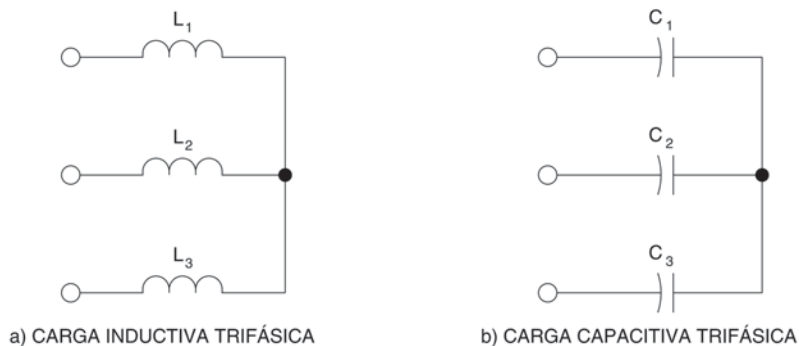

Figura 6-8. Cargas inductiva y capacitiva trifásicas.
- 13. Reemplace la carga resistiva trifásica conectada a la salida del generador trifásico (puntos A, B y C de la Figura 6-7) por la carga inductiva trifásica, como lo muestra la Figura 6-8 (a). Asegúrese de que todos los interruptores del módulo Carga inductiva estén abiertos.
- 20. Reemplace la carga inductiva trifásica conectada a la salida del generador trifásico (puntos A, B y C de la Figura 6-7) por la carga capacitiva trifásica, como lo muestra la Figura 6-8 (b). Asegúrese de que todos los interruptores del módulo Carga capacitiva estén abiertos.